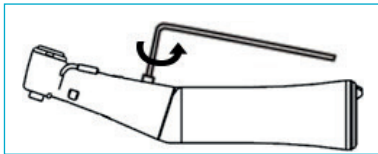

Fig. 8
- Lösen Sie die Schraube am Kopfteil mit einem Inbusschlüssel. (Abbildung 8)